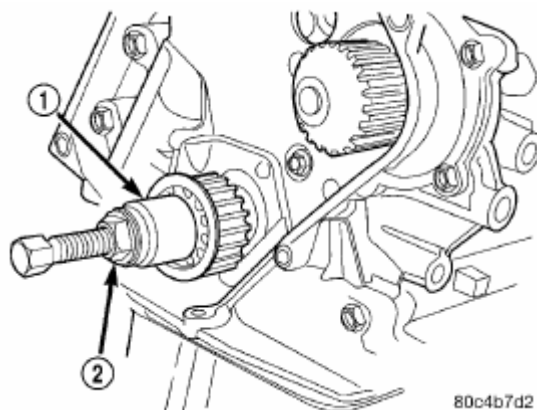

Рис. 105. Установка звездочки коленвала.
(1) Установить звездочку коленвала при помощи спец.приспособления 6792 (Рис. 105).